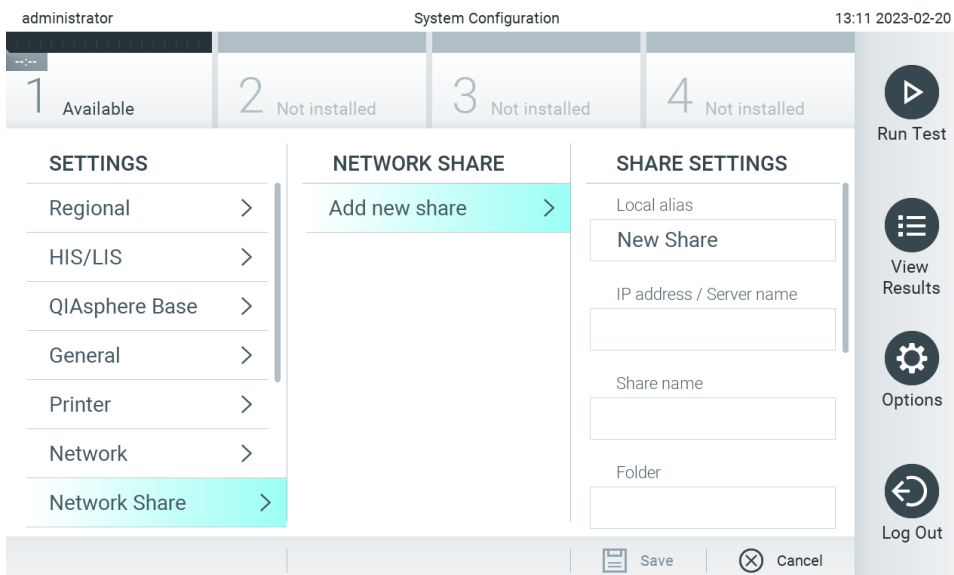

Abbildung 68. Hinzufügen einer Netzwerkfreigabe.
3. Drücken Sie auf **Add new share** (Neue Freigabe hinzufügen) (Abbildung 68).